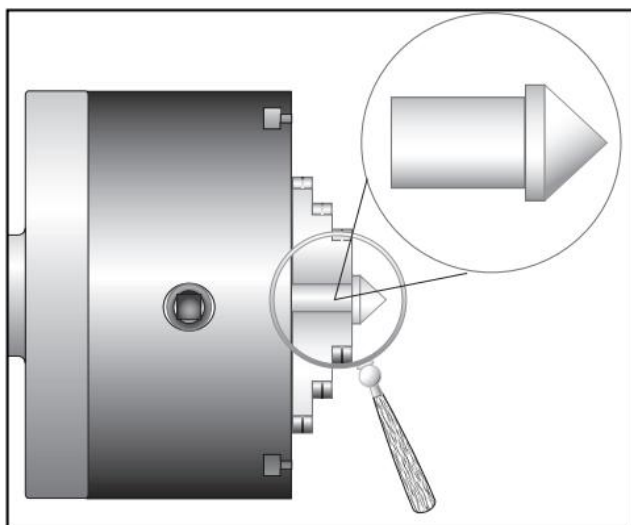

Figure 30
1. Percez des trous de centrage aux deux extrémités d'une barre ronde laminée à froid de 6 po de long. Fabriquez une pointe fixe en tournant un épaulement pour former une queue. Retournez la pièce dans le mandrin et tournez une pointe à 60°. Voir la **Figure 30**. Tant qu'elle reste dans le mandrin, la pointe de votre centre sera précise par rapport à l'axe de votre broche. Gardez à l'esprit que la pointe devra être refaite chaque fois qu'elle est retirée puis remise dans le mandrin.